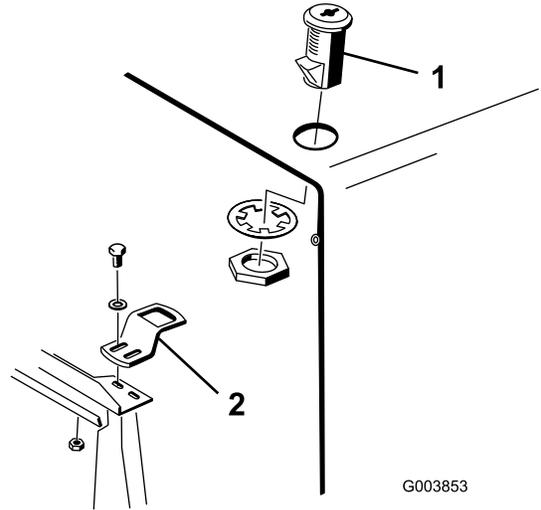

図 4
3. ロック・ワッシャとナットで、ロック・スイッチをフードに取り付ける。ロック・スイッチのラッチがマシン前方を向くように取り付ける(図4)。
4. ボルト2本(1/4 x 3/4 in、平ワッシャ、ロックナット)を使ってラッチ・ブラケットをラジエターのサポートに仮止めする(図4)。